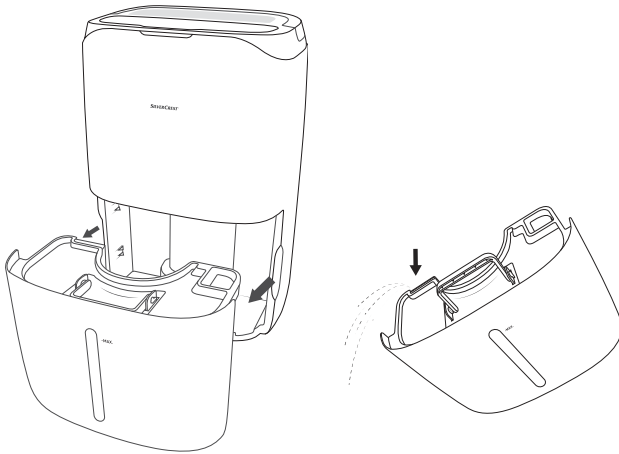

Abb. 1
- ◆ Ziehen Sie den Wassertank ④ an den seitlichen Griffmulden aus dem Gerät. Verwenden Sie den Griff, um den Wassertank ④ zu transportieren. (siehe Abbildung 1).